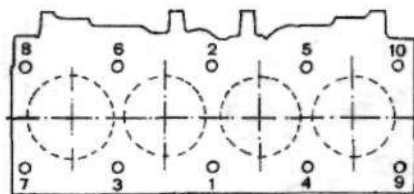

Рис.13.3. Последовательность затяжки болтов и гаек головки цилиндров на двигателях 1049 см³ и 1301 см³ (раздел 3).
62. Установить на шпильки блока со стороны коллектора толстые шайбы и затем гайки. Установить болты с толстыми шайбами на другую сторону блока и закрутить болты и гайки так, чтобы слегка прижать прокладку. После этого болты и гайки должны быть затянуты до нужного момента в последовательности, показанной на рис.13.3 (см. фотографию). Это может быть сопряжено с определенными трудностями, т.к. из-за формы головки цилиндров гайки не могут быть затянуты с помощью торцевого ключа, установленного на динамометрический ключ (см. фотографию). Гайки могут быть затянуты с помощью накидного или рожкового ключа в комбинации с динамометрическим, однако при этом фактический момент затяжки будет отличаться от того, который показывает динамометрический ключ. Для того, чтобы решить эту проблему, можно воспользоваться простой формулой:
100. Затянуть болты и гайки в последовательности, показанной на рис.13.3, до начального момента затяжки (см. Спецификации) и затем в той же последовательности подтянуть их на нужный угол.